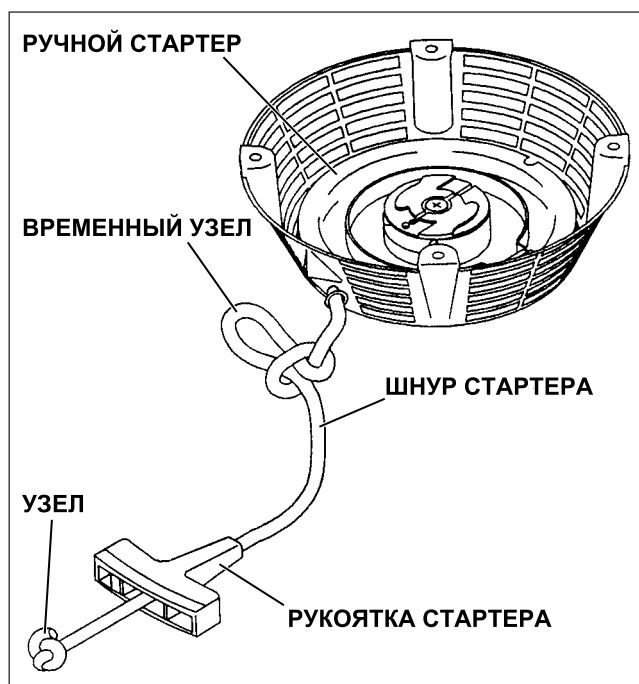

Рис. 9-1
- (1) Снять ручной стартер с двигателя.
- (2) Потянуть за рукоятку стартера, чтобы вытянуть шнур стартера примерно на 30 см, и завязать временный узел, как показано на рис. 9-1.
- (3) Развязать узел внутри рукоятки, чтобы снять рукоятку.